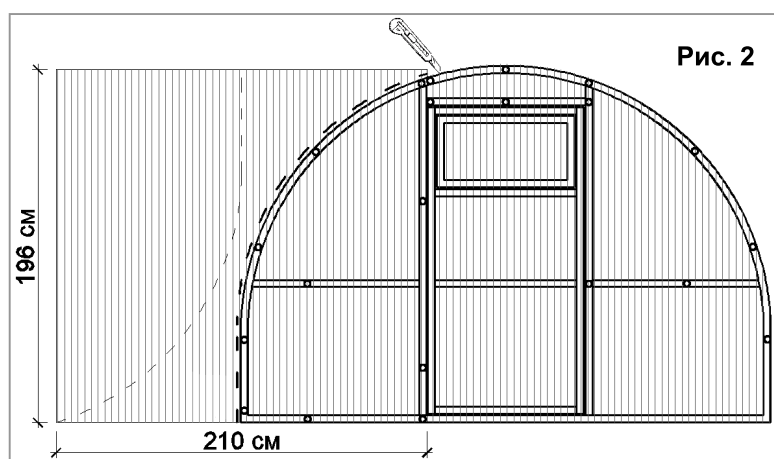

Рис. 2
3. С втората част от поликарбоната (размер 196x210 см) покрийте оставащата част от челния панел. Закрепете със самонарезни винтове и изрежете равно по дъгата. Оставащия поликарбонат използвайте за покриване на втория челен панел както е показано на рис.2